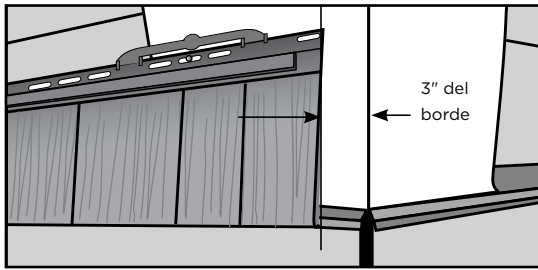

Figura 6
1. Instale el primer panel Cedar Impressions a 3" del borde de la pared exterior (Figura 6).